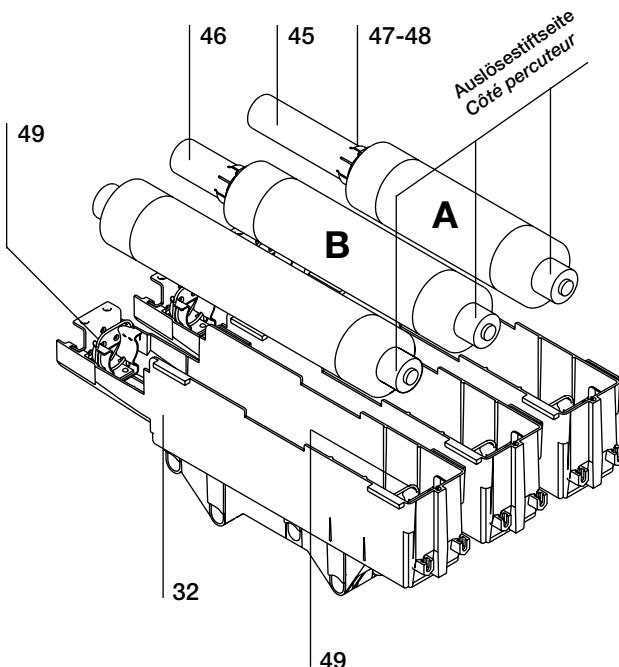

Fig. 15b
Die Blockierringe (49) (Abb. 15b) mit Werkzeug (50) in Pfeilrichtung verschieben und die Sicherung mit dem hierfür vorgesehenen Werkzeug (50) herausnehmen.
Ouvrir les anneaux de blocage (49) (fig. 15b) en les déplaçant dans le sens indiqué par les flèches à l'aide de l'outil (50), et retirer le fusible avec l'outil prévu à cet effet (50).